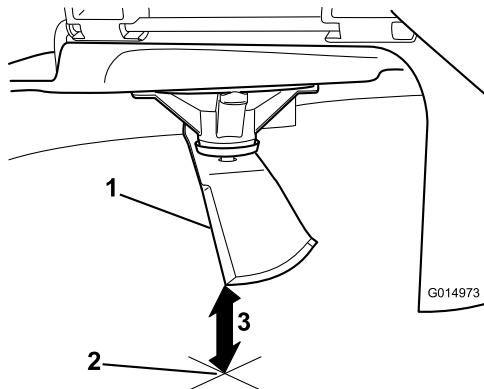

Figura 84
3. Mida desde la punta de la cuchilla hasta la superficie plana (**Figura 84**).